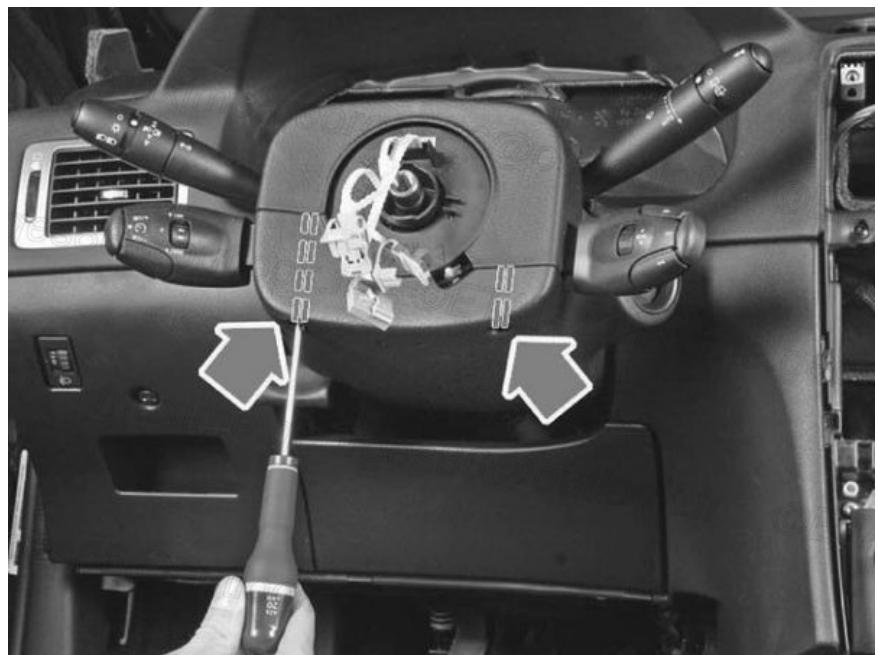

Fig. 29
- Déposer les demi-coquilles de colonne de direction assemblées par 2 vis (**Fig.29**) (/media/LEA/CAR\_LEA\_463/CAR\_LEA\_463\_035X.jpg).